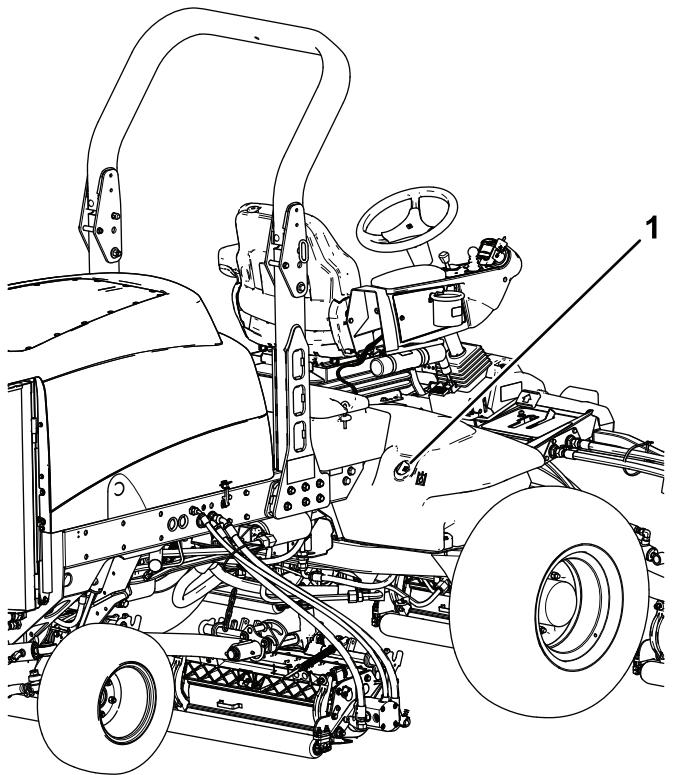

Рисунок 106
2. Очистите зону вокруг заливной горловины и крышки гидравлического бака (Рисунок 106).